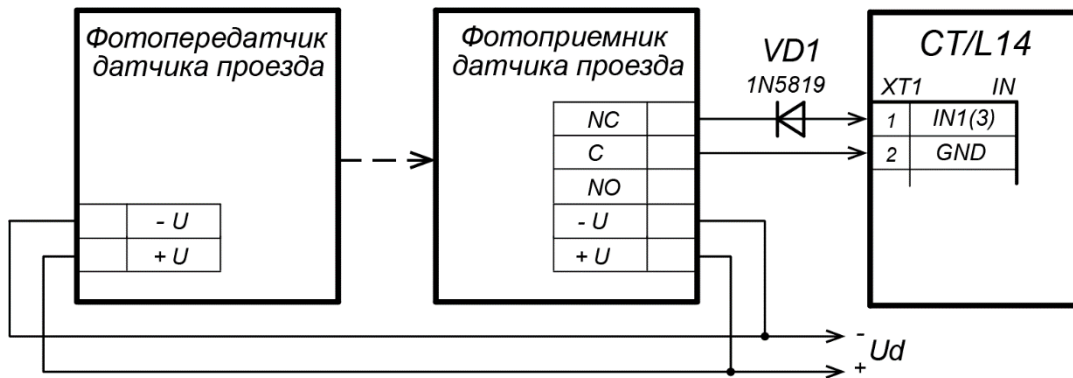

Рисунок 9. Пример схемы подключения датчиков проезда
3. Датчик проезда подключается к клеммной колодке **XT1** нижней платы контроллера согласно схеме, представленной на рис. 9. Для подключения используйте тип кабеля №4 (см. табл. 3). При подключении нескольких датчиков их выходы включаются последовательно.